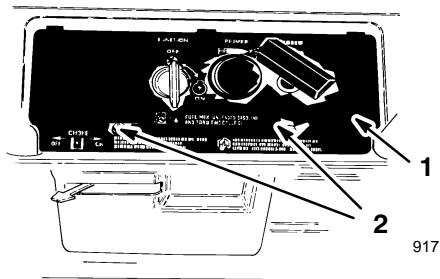

Figure 12
1. Retirer les 2 vis de fixation du panneau de commande au carter (Fig. 12).